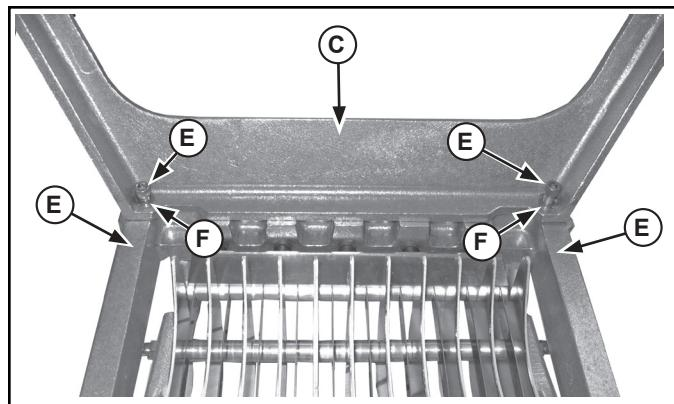

Figura 4. Montaje de las patas en la unidad Lettuce King I.
2. Afiance las patas (C) a la base (D) con los tornillos (A) y las arandelas (B). Consulte la Figura 4.